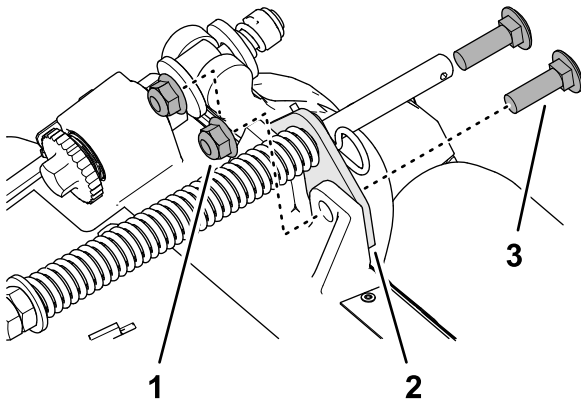

Figura 14
2. Retire las 2 contratuercas con arandela prensada ($\frac{3}{8}$ " y los 2 pernos de cuello cuadrado ($\frac{3}{8}$ " x $1\frac{1}{4}$ " que sujetan el soporte del muelle de compensación al bastidor de la unidad de corte (Figura 14).